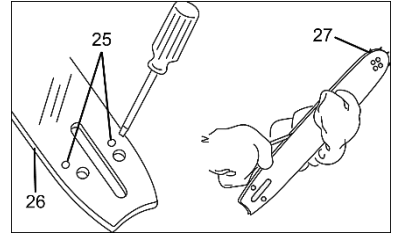

Рисунок 5
- Перевірте, щоб канал для оливи (25, рисунок 5) та напрямні на напрямній шині (26, рисунок 5) не були засмічені. При необхідності прочистіть їх.
- Перевірте, чи вільно обертається зірочка (27, рисунок 5) на вістрі напрямної шини. Якщо після виконання всіх зазначених вище заходів робота системи змащення не відновилася, слід звернутися до фірмового сервісного центру ТМ WORCRAFT.